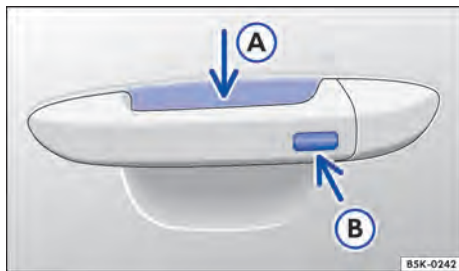

Fig. 52 Keyless Access: superfícies do sensor.
- Tocar o sensor → Fig. 52 (A) na parte interna da maçaneta da porta do condutor ou da porta do passageiro dianteiro.
- Tocar na superfície do sensor → Fig. 52 (B) na parte externa da maçaneta da porta do condutor ou da porta do passageiro dianteiro *uma vez*.
- Além disto, dentro de 5 segundos, tocar uma vez no sensor na parte externa da maçaneta da porta → Fig. 52 (B).
Para a **abertura de conforto** de todos os vidros elétricos e teto solar, empunhar a maçaneta da porta e manter pressionados, ao mesmo tempo, o sensor da parte interna da maçaneta → Fig. 52 (A) e a superfície do sensor (B).
Para o **fechamento de conforto** de todos os vidros elétricos e teto solar, manter um dedo durante alguns segundos sobre a superfície do sensor → Fig. 52 (B) no lado externo da maçaneta da porta do condutor ou do passageiro dianteiro até que os vidros estejam fechados.
Um forte jato de água ou de vapor pode ativar as superfícies dos sensores nas maçanetas se, ao mesmo tempo, uma chave do veículo válida estiver na área de aproximação. Se no mínimo um vidro estiver aberto e a superfície do sensor → Fig. 52 (B) em uma maçaneta da porta for ativada permanentemente, todos os vidros serão fechados. Se o jato de água ou de vapor se afastar brevemente da superfície do sensor → Fig. 52 (A) de uma maçaneta da porta e voltar a ser direcionado para ela, possivelmente todos os vidros se abrirão.